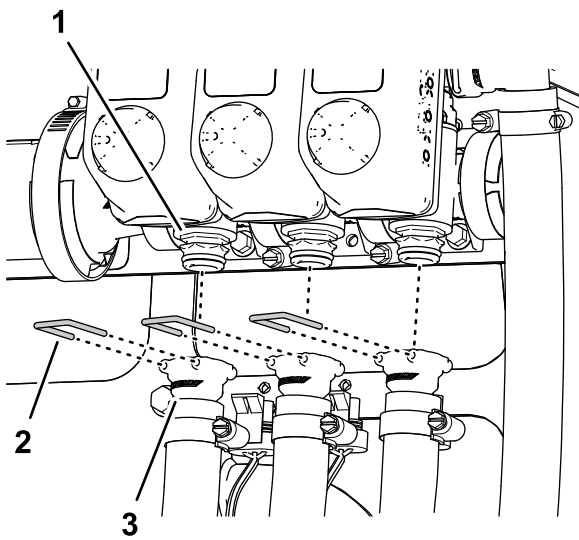

Figura 35
6. Retire las horquillas de retención que sujetan los acoplamientos rápidos de las mangueras de suministro izquierda, central y derecha de los acoplamientos rápidos de las válvulas de sección (Figura 35).
7. Retire las mangueras de suministro de las secciones izquierda, central y derecha de los acoplamientos rápidos de las válvulas de sección de fumigación, y retire las mangueras de la máquina (Figura 35).